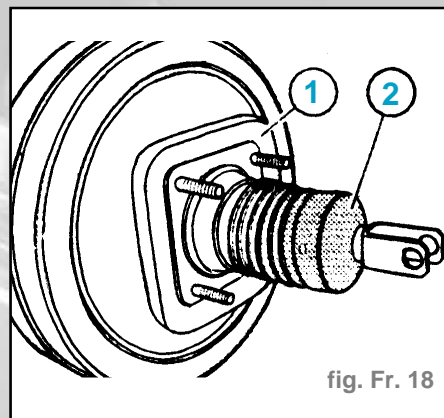

fig. Fr. 18
Remarque pour la repose : Remplacer éventuellement le joint (1) (fig. Fr. 18).